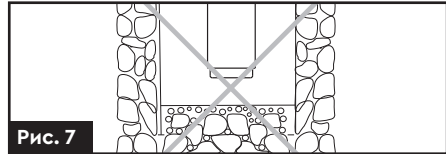

Рис. 7
- Заборонено експлуатацію насоса без фільтра грубого очищення на нижній частині обсадної труби свердловини (рис. 7), щоб уникнути потрапляння піску і каменів в насосну частину насоса.